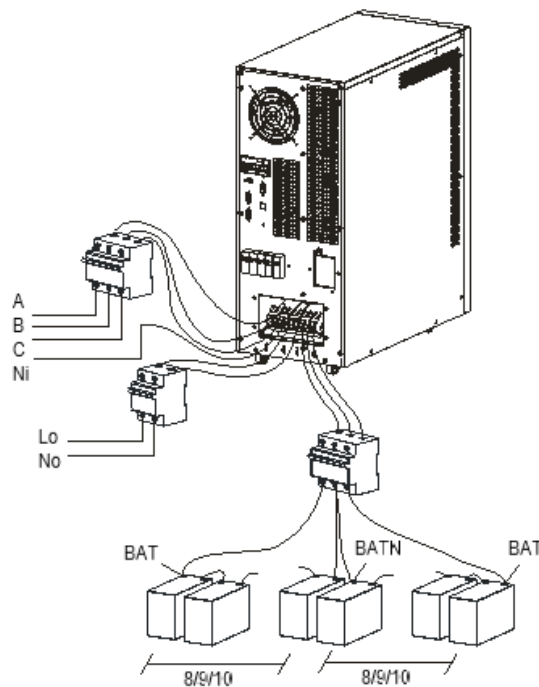

Fig. 5-2 10k/15k/20k Conexión de baterías externas
- 4) Conecte la batería con el polo positivo, el polo negativo y el polo común al conector de la batería (BAT+, BATN, BAT-), no invierta la conexión de la batería (Fig. 5-2).